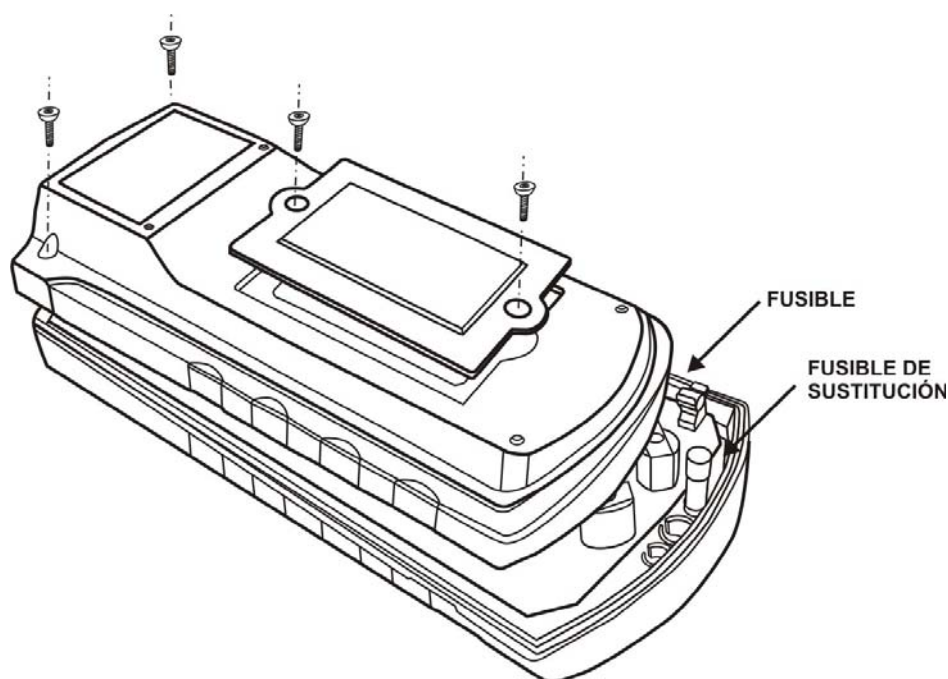

Figura 9.- Sustitución del fusible.
- 1** Aflojar los tornillos con un destornillador adecuado y retirar la tapa del compartimiento de la pila como se indica en la figura 9.
- 2** Aflojar los tornillos con un destornillador adecuado y retirar la tapa inferior del compartimiento de la pila como se indica en la figura 9.